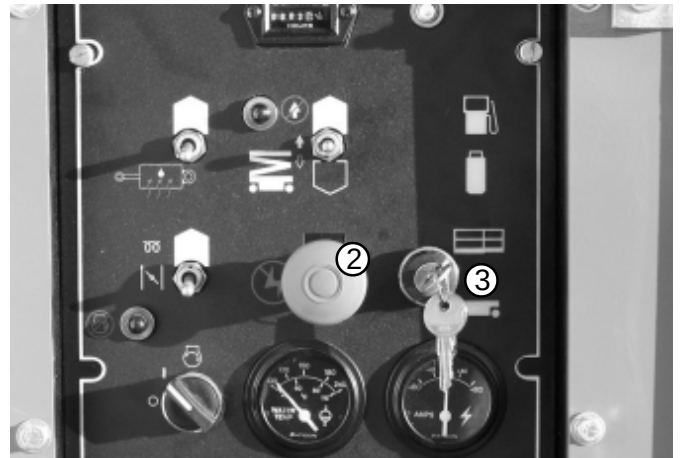

Fig. 8.11
2. Sätt nödstoppsbrytaren (2) i läge TILL (utdragen) (se fig. 8.11).
3. Sätt väljarbrytaren för Chassi/Plattform i läge PLATTFORM (uppåt) (se fig. 8.11).